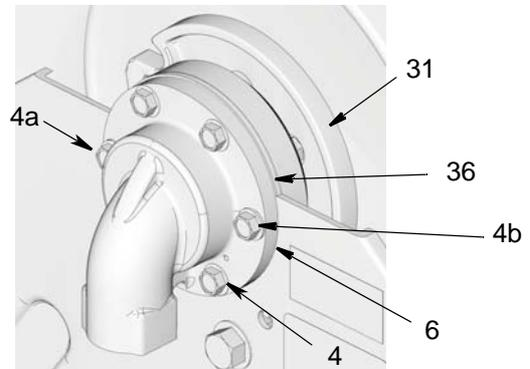

FIG. 21
- Non è necessario rimuovere l'ingresso (6) per modificarne la posizione.
- SOLO modelli a media pressione: Quando si rimuovono le viti, lo spessore (36) può spostarsi dietro l'uscita. Non perdere questo pezzo, poiché dovrà essere montato nuovamente dopo la regolazione della posizione dell'uscita.
3. Ruotare l'ingresso (6) fino alla posizione desiderata.
4. SOLO modelli a media pressione: Allineare lo spessore (36) tra l'ingresso (6) e la ritenzione del cuscinetto (35) (FIG. 21).
5. Installare dapprima le 2 viti laterali (4a e 4b) come mostrato nella FIG. 21 attraverso il telaio e l'aspirazione (6). Serrare le viti quanto basta per mantenere il tutto in posizione.
6. Successivamente, installare le quattro restanti viti (4). Serrare a mano, quindi serrare tutte le viti a una coppia di 33,9-47,45 N•m (25-35 ft-lb).